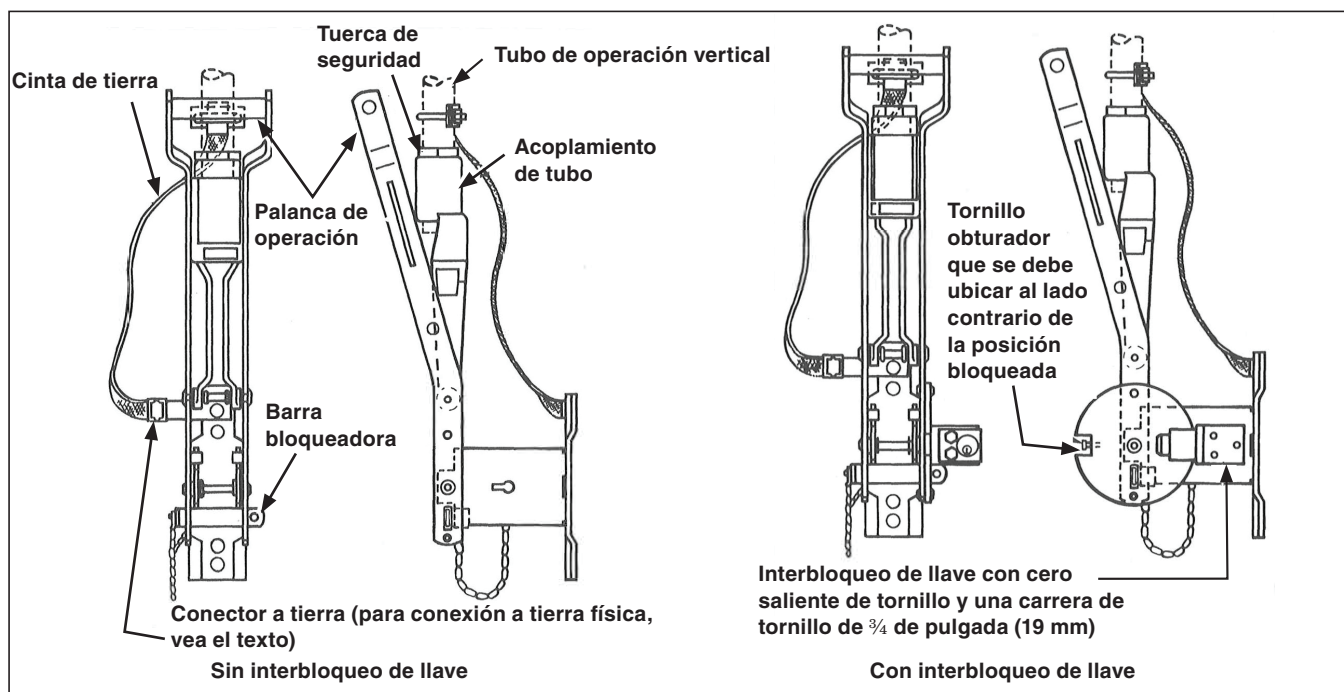

Figura 10. El ensamble de la palanca de operación.
**PASO 14.** Use el tubo de operación vertical como plomada para localizar la palanca de operación radialmente al poste (vea la Sección D-D en el plano de montaje). Después, perforo orificios de  $\frac{1}{16}$  pulgada (17 mm) e instale la palanca, utilizando el vástago roscado de  $\frac{1}{4}$  pulgada o pernos pasantes (no suministrados). Al mismo tiempo, use uno de los tornillos de montaje de la palanca de operación para enganchar un extremo de la correa de la conexión a tierra (el extremo con el conector de la puesta a tierra enganchado) a la placa de montaje de la palanca. Ver Figura 10.●
- (a) Mueva la palanca de operación a su posición media para aliviar la tensión de la articulación del tubo de operación. Asegure la palanca en esa posición al insertar una espiga de metal o un perno de 3/8 pulgada en el orificio provisto. Ver Figura 10 en la página 13.
*Con una llave de bloqueo:* Una Llave de Bloqueo Superior (o equivalente), si es suministrada con el seccionador interruptor, será montada en la palanca de operación (Ver Figura 10 en la página 13). Una de las dos ranuras en la palanca de operación será bloqueada para proporcionar una disposición de bloqueo abierto o bloqueo cerrado.